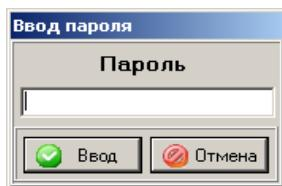

Рисунок 6.1
6.1.1 Инициализация проводится при вводе системы в эксплуатацию, а также при необходимости изменения введенной информации в процессе эксплуатации. Инициализация проводится администратором. Система поставляется с логином «1» и паролем администратора «111». Доступ к пунктам меню инициализации осуществляется через ввод пароля (рисунок 6.1).